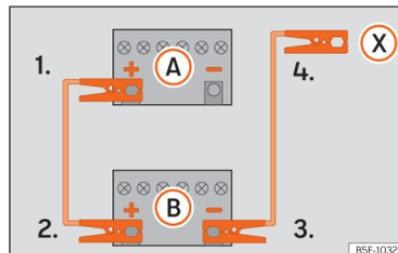

Fig. 192 Esquema de ligação para veículos sem sistema Start/Stop.
2. Ligue uma extremidade do cabo *vermelho* de emergência ao polo positivo (+) do veículo com a bateria descarregada (A).
3. Ligue a outra extremidade do cabo auxiliar de arranque *vermelho* ao polo positivo (+) do veículo que fornece a corrente (B).
4. Veículos sem sistema Start-Stop: ligue uma extremidade do cabo preto de emergência ao polo negativo (-) do veículo que fornece a corrente (B) »» Fig. 192.